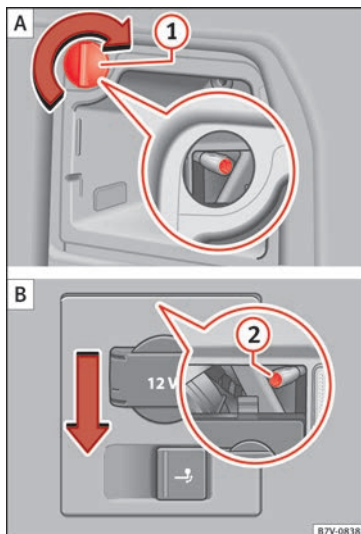

Fig. 113 Sur le côté du coffre : démonter les feux arrière gauche et droit. ① retirer le capuchon ; ② vis de fixation.
4.	Desserrez la vis de fixation » fig. 113 2 avec le tournevis inclus dans l'outillage de bord » page 85 . La vis restera assurée dans sa position.